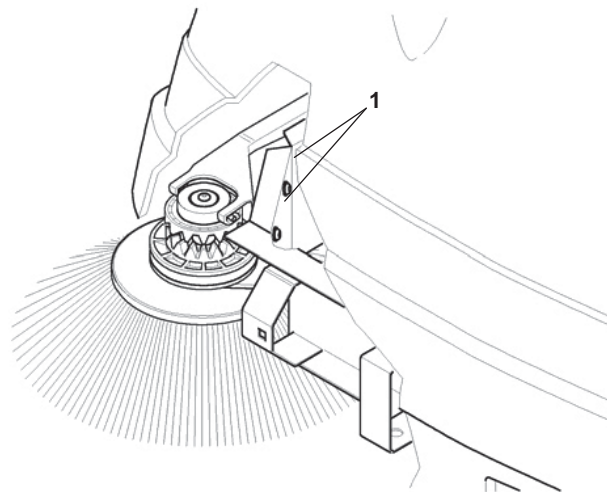

Fig. 6/A
Le réglage de la brosse latérale s'effectue en dévissant les vis pos. 1 Fig. 6/A et en positionnant manuellement la brosse le long des fentes à la hauteur souhaitée. Une fois que la hauteur est réglée, bloquer les deux vis.